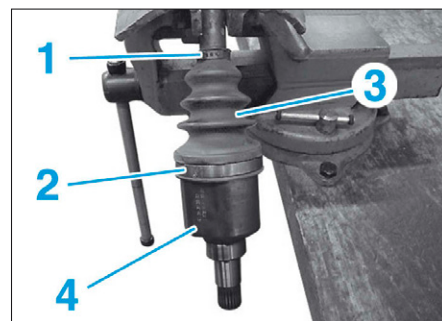

FIG. 12
- des colliers neufs (1) et (2) (voir opération concernée),
- Déposer les colliers (1) et (2) (Fig.12).
- Ecarter le soufflet de transmission (3).
- Déposer le joint homocinétique (4).
- Mettre en place les colliers (1) et (2) (Fig.12) (voir opération concernée).